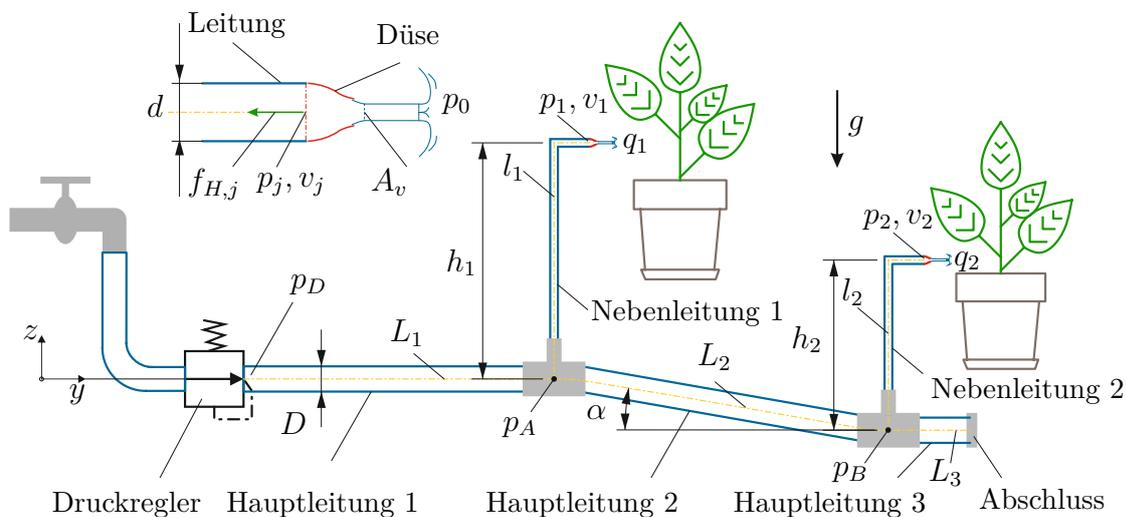

Abbildung 2: Bewässerungsanlage.
2. Betrachtet wird die in Abb. 2 dargestellte Pflanzen-Bewässerungsanlage. Das Fluid mit der Dichte  $\rho$  wird über mehrere Hauptleitungen mit Innendurchmesser  $D$  und den Längen  $L_i$ , mit  $i \in \{1, 2, 3\}$  verteilt und über die Nebenleitungen mit Innendurchmesser  $d$  und den Längen  $l_j$ ,  $j \in \{1, 2\}$  den Pflanzen zugeführt. Die Düsen werden als scharfkantige Drosseln mit dem Querschnitt der vena contracta  $A_v$  modelliert. Der den Pflanzen zugeführte Volumenstrom soll  $q_1$  bzw.  $q_2$  betragen. Der Versorgungsdruck  $p_D$  der Anlage wird über einen Druckregler eingestellt. Es herrscht Umgebungsdruck  $p_0$  und die Erdbeschleunigung  $g$  wirkt in negativer  $z$ -Richtung. Die Strömungen werden als stationär, inkompressibel und (zunächst) reibungsfrei betrachtet. Die Umlenkungen in den Leitungen bzw. an den T-Stücken werden verlustfrei angenommen. 10 P. |
- i. Nehmen Sie zunächst an, dass alle Düsen geschlossen sind, dh.  $q_1 = q_2 = 0$ . Der Druck am Druckregler sei  $p_D$ . An welcher Stelle der in Abb. 2 skizzierten Bewässerungsanlage tritt der maximale Druck auf, und wie groß ist dieser ? 1.0 P.